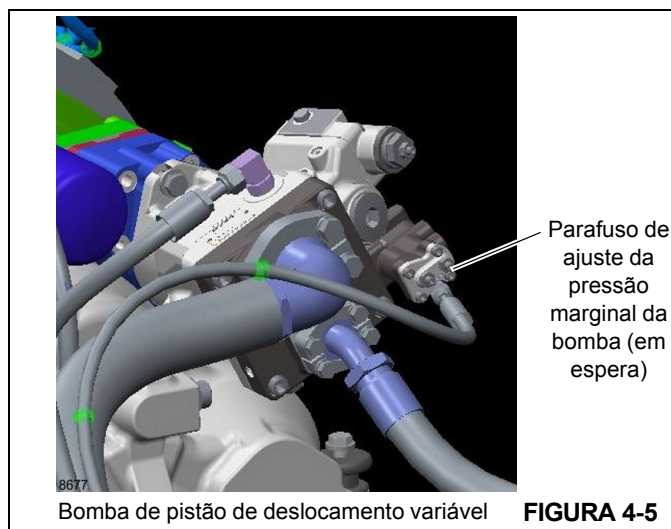

FIGURA 4-5
4. Se a pressão estiver incorreta, solte o parafuso de trava de pressão marginal (em espera) da bomba da válvula do compensador da bomba (consulte a Figura 4-5).
5. Ajuste a pressão marginal girando o parafuso de ajuste de pressão marginal da bomba (consulte a Figura 4-5) até obter a pressão de 425 ± 25 psi ($29 \pm 1,7$ bar) no manômetro; no sentido horário a pressão é aumentada e no sentido anti-horário ela é reduzida.